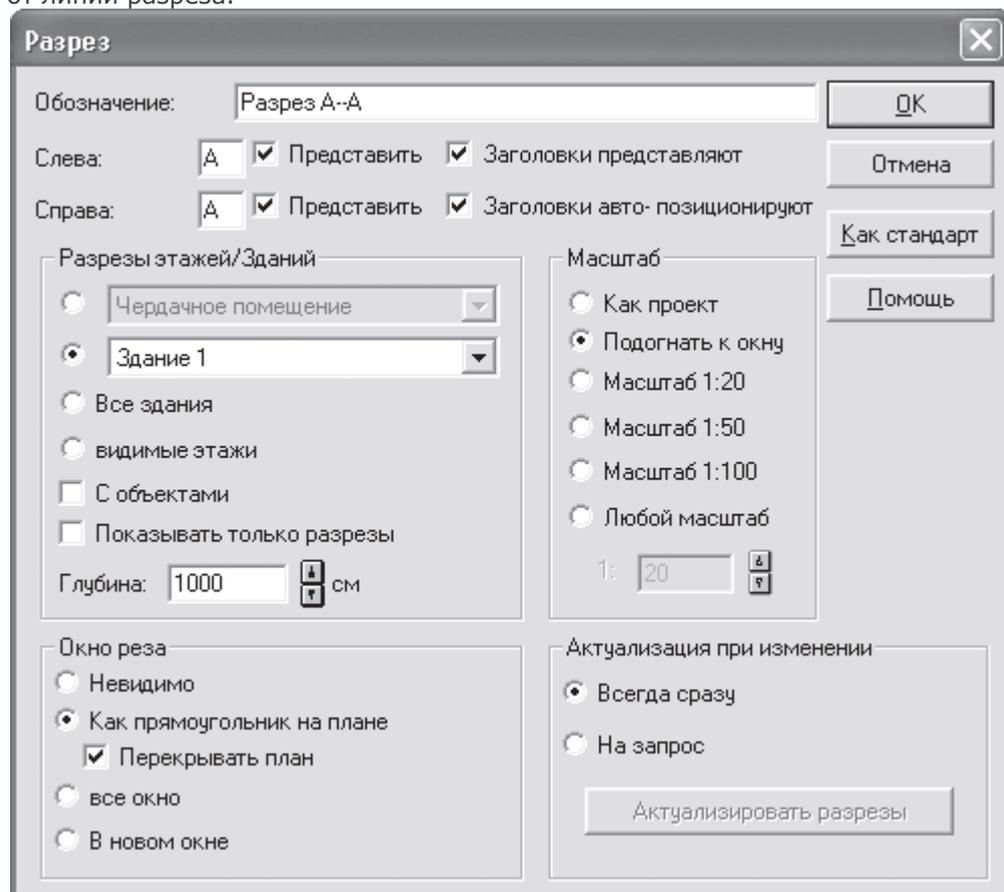

Рис. 4.68. Окно настройки параметров создаваемого разреза
3. После задания второй точки на экране появится окно настройки параметров текущего разреза (рис. 4.68). Большинство настроек в этом окне дублируют настройки в окне, вызываемом командой Опции → Разрезы, установленными по умолчанию для всех сечений, создаваемых в программе. Однако, кроме этого, вы получаете дополнительную возможность настроить обозначение (название) разреза (поле Обозначение), а также отображение символов, обозначающих разрез, слева и справа от линии разреза.
4. В большинстве случаев ничего в окне (см. рис. 4.68) изменять не нужно, однако в данном случае вам потребуется установить переключатель в области Масштаб в положение Как проект, чтобы установить равными масштабы плана и сечения. После этого просто нажмите кнопку ОК, чтобы продолжить построение разреза.
Окно настроек уже созданного разреза (см. рис. 4.68) можно вызвать с помощью двойного щелчка кнопкой мыши на изображении разреза.